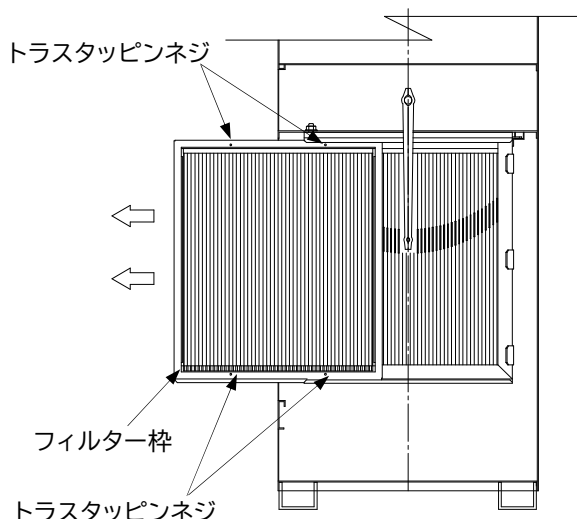
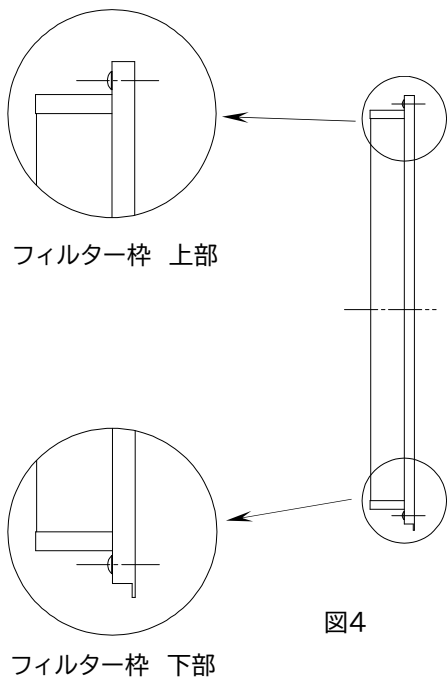

図3
図4
<p>● 必ず守る</p>	<p>カセットフィルターおよびフィルター枠の取付け方向に注意してください。フィルター枠は図4のように突起部がある方を下に、カセットフィルターはシェイキング用保護金具の形状が図5のようになるように上下方向を間違えないように取り付けてください。</p>
- ④最後に図3のようにフィルターを引き出してください。
- ⑤取り外したカセットフィルターからフィルター枠を取り外します。フィルター枠は4本のトラスタッピンネジ(M4で固定)を緩めて取り外すことができます。
- ⑥新しいカセットフィルターにフィルター枠を取りつけ、4本のトラスタッピンネジでしっかりと固定してください。この時、図4及び図5を参照して正しい取付方向になるよう注意して取り付けてください。
- ⑦交換フィルターの取り付けおよびユニットの取り付けは、ユニットケース及びフィルター用パッキンの表面に粉塵の付着が無いことを確認し、上記と逆の手順で作業を行なってください。